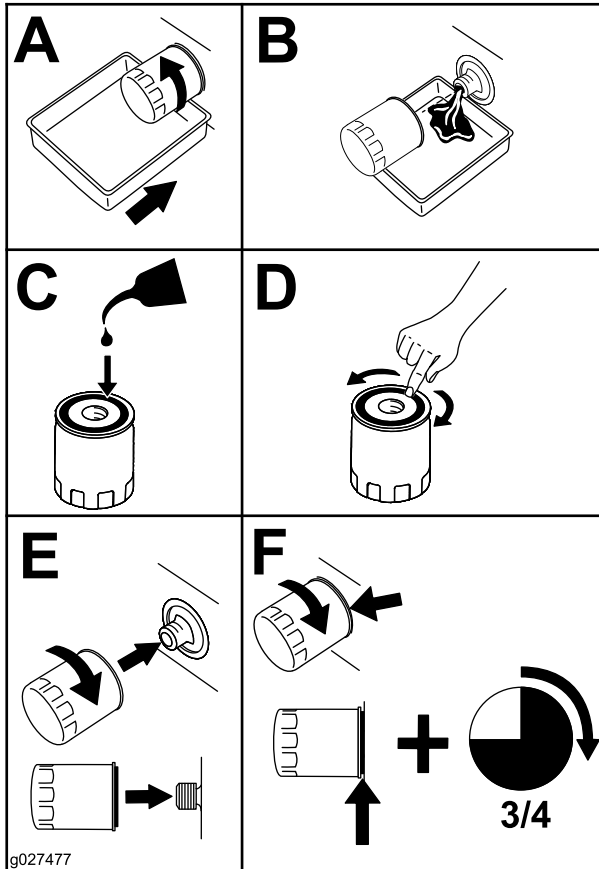

図 40
5. エンジンオイルフィルタの交換を行う **図 40**。